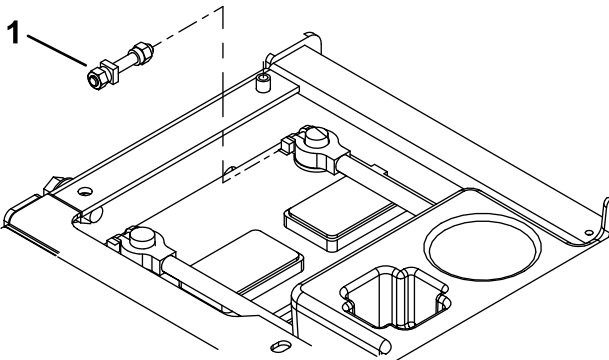

Figura 9
12. Instale provisionalmente el nuevo perno de la abrazadera de la batería/espárrago de tierra (Figura 9).